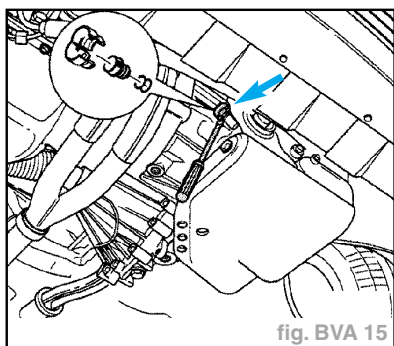

fig. BVA 15
- Soulever le capuchon (flèche) qui bloque l'obturateur en faisant levier avec un tournevis ; Le crantage du capuchon se trouve alors détruit, c'est pourquoi il faut toujours remplacer le capuchon (fig. BVA 15).